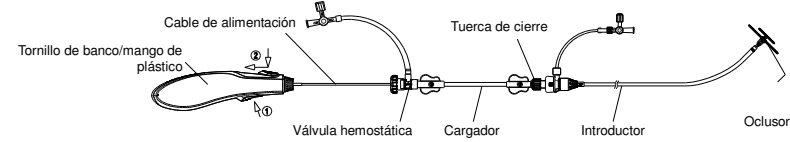

Figura 9. Ilustración de la liberación del oclisor
- Sostenga el introductor para tocar el cono del oclisor y tire del cable suavemente hacia atrás hasta que se separe del oclisor. Por último, retire el cable de administración y el introductor del paciente (consulte la **Figura 9**).